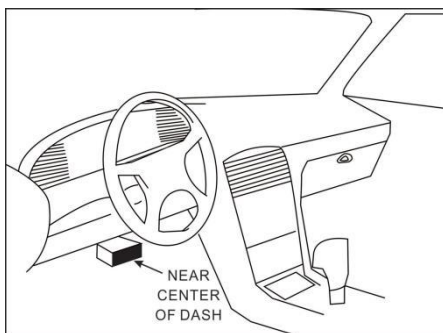

Figure 2-2
2. Localisez le support DLC du véhicule: il comporte 16 broches standard et est généralement situé du côté du conducteur, à environ 12 pouces du centre du tableau de bord. Voir la figure 2-2. Si le DLC n'est pas équipé sous le tableau de bord, une étiquette indiquant sa position sera indiquée. Si aucun DLC n'est trouvé, veuillez vous reporter au Manuel de réparation de l'automobile.